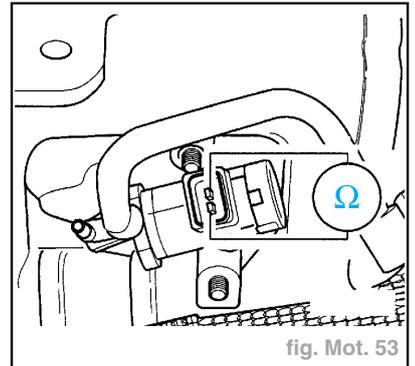

fig. Mot. 53
- Mesurer la résistance entre les contacts du clapet de commutation (fig. Mot. 53).